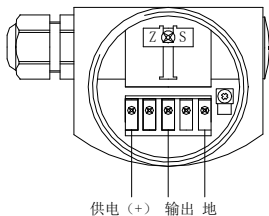

图 2
4.1 接线时按照表 1 电气定义连接；接线端子的排列见图 2。